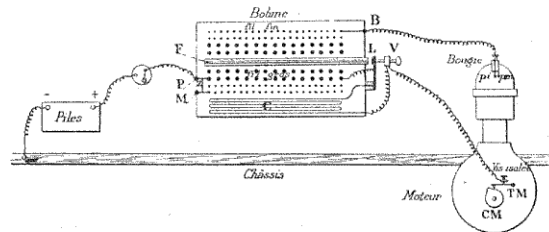
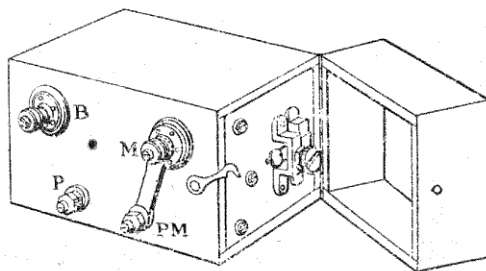

Fig. 94. — Schéma d'une bobine à trembleur.
Fig. 96. — B, Vue extérieure d'une bobine à trembleur.
Le fer doux est un fer se travaillant à froid sans se casser et contenant peu de carbone (F, fig. 94). Au-
Au-dessus de ce fil, relativement *gros* et *court*, dans lequel circulera un courant dit *courant primaire inducteur*, nous enroulerons un second fil *beaucoup plus fin*, n'ayant plus que deux à quatre dixièmes de millimètre, mais mesurant 5 000 à 6 000 mètres de longueur (fig. 94). On sépare aussi chaque couche de papier paraffiné et, quand ce travail est terminé, on conserve libres les deux extrémités de ce fil *fin* et *long* où circulera le courant *secondaire* ou *induit*. Comment fonctionne cet ensemble ?
Comme ce sont les *changements* d'état électrique qui font naître le *courant secondaire*, il a fallu prévoir un mécanisme qui *établit* le courant et le *rompe*, car c'est *la rupture* qui produit dans le circuit secondaire les phénomènes électriques les plus intenses. Si vous tournez la petite roue CM (fig. 92), le bec de cette came va soulever la lame TM, qui touchera la vis VI et, par le fil pointillé et le fil —, le courant passera, le circuit sera fermé. Quand le *bec* de la came CM quittera, en continuant sa rotation, la lame TM, celle-ci, en vertu de son élasticité (c'est de l'acier à ressort), quittera la vis VI : *le courant sera rompu*. Mais, à ce moment, naîtra dans notre circuit SECONDAIRE le fameux « courant de sympathie », de *petit ampérage*, mais de *puissant voltage*. Nous lui avons bien ménagé un obstacle entre les deux pointes de la bougie en E (fig. 94), dans l'intérieur du moteur comme nous le verrons plus loin, mais il est puissant, il saute sous forme d'étincelle bleuâtre et crépitante.
d'ébonite. Le courant qui y est amené *s'y arrête donc, cloué sur place* par la résistance que la fibre oppose à son passage. Quand la came CM, qui fait partie de l'ensemble mécanique du châssis, de la *masse*, amène la lame TM, elle aussi partie de la *masse*, en contact de VI, le courant *se répand dans toute la partie métallique du châssis*. En un point quelconque et qui n'a guère d'importance, qui est déterminé par les commodités du montage du fil, le fil du pôle négatif de la pile est fixé sur l'*ensemble métallique*; le courant répandu partout trouve donc son fil et retourne à sa source. Voilà pour le *courant primaire*. Pour le circuit *secondaire*, la masse (toujours sous-entendu *métallique*) est encore utilisée. La pointe *isolée* (*pi*, fig. 94), centrale de la bougie est toujours disposée pour arriver à 1 millimètre de cette masse, dans le cas présent la pointe *pm* (fig. 94). Le courant emprunte donc encore la masse pour boucler son circuit, le *moteur étant boulonné au châssis et le châssis étant métallique*.
B, borne de bougie, sérieusement isolée par un disque de fibre. — PM, borne du fil venant de la source courant primaire. — P, borne du fil allant à l'allumeur. — On voit nettement la connexion reliant P et M et figurée en  $\gamma$  figure 94.
reliée, soit extérieurement, soit intérieurement : Z (fig. 94), et M, PM (fig. 96).
**Trembleurs rapides. Auto-trembleur.** — Avec le trembleur L (fig. 94), chaque fois que le contact se produit entre la vis isolée et TM, ce trembleur L vibre et fait jaillir, entre les pointes *pi* et *pm*, une série d'étincelles d'induction qui allument le mélange. Mais ce système ne permet guère à un moteur de tourner à plus de 1 000 tours à la minute, et vous savez que c'est là, pour nos moteurs, une vitesse relativement faible.